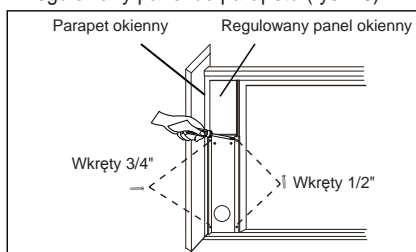

Rys. 19
2. Otworzyć okno i ustawić regulowany panel okienny na parapecie okiennym. Patrz rys. 19. Przymocować panel okienny do parapecetu. Dostosować długość regulowanego panelu do wysokości okna. Przykręcić dwie śruby w regulowanym panelu okiennym. Patrz rys. 19. Uciąć regulowany panel okienny, jeśli wysokość okna wynosi mniej niż 67,5 cm (26,5 cala) (rys. 14).